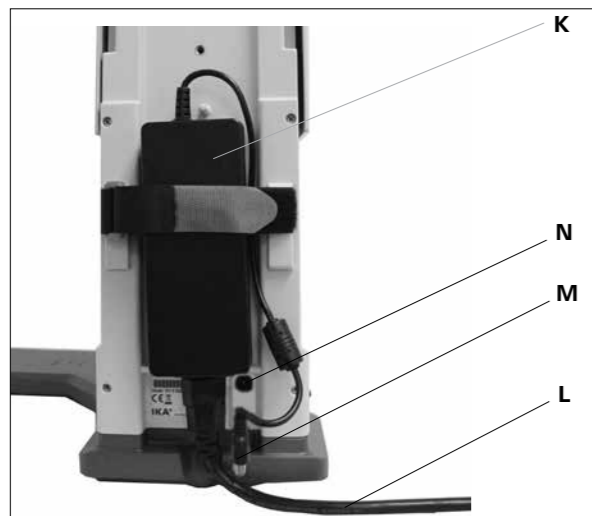

Fig. 9
### 3.) デスクトップスイッチを固定する (Fig. 9)
- 背面に切り替えアダプター (K) を取り付けます。切り替えアダプターの両方のツメを収縮させ、マジックテープで固定します。マジックテープは必ず切り替えアダプターの下に来るようにします。
- 低電圧コネクタ (M) をコネクタソケット (N) に接続します。(Fig. 9)
- 切り替えアダプター内の電源コード (L) を差し込み、電源に接続します。